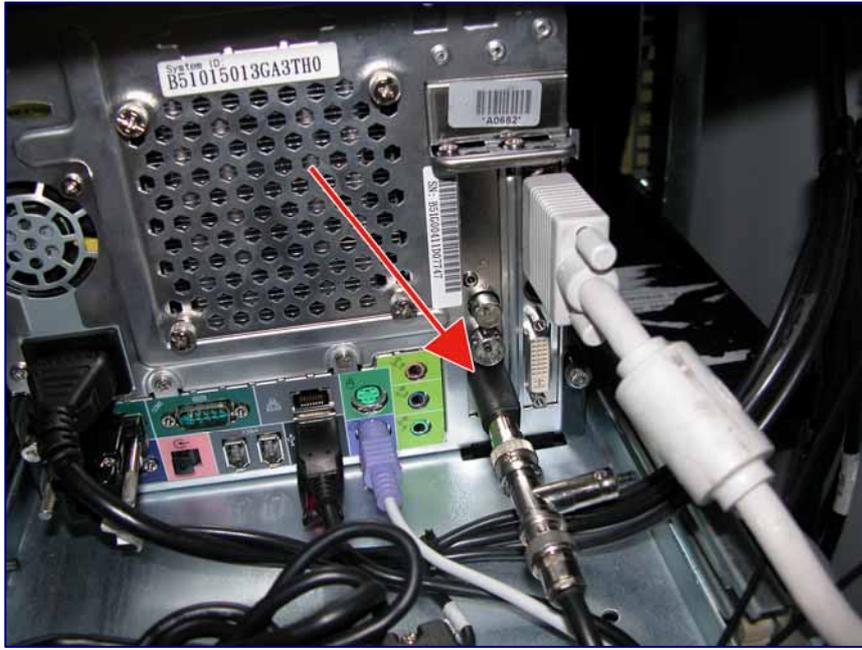

Ilustración 3
- 4) Enchufar el conector macho (BNC) del cable coaxial (RG-59), al conector hembra (BNC) de la Extractora (Ilustración 2 – Número 3), para obtener la señal de vídeo de la cámara. El otro extremo del cable (RG-59) se conectará, mediante el conector RCA macho, a la capturadora de vídeo instalada en el PC del HOST. Dependiendo de la capturadora de vídeo instalada, necesitará un adaptador para la correcta conexión, distribuido por el fabricante de la capturadora (Ilustración 3).